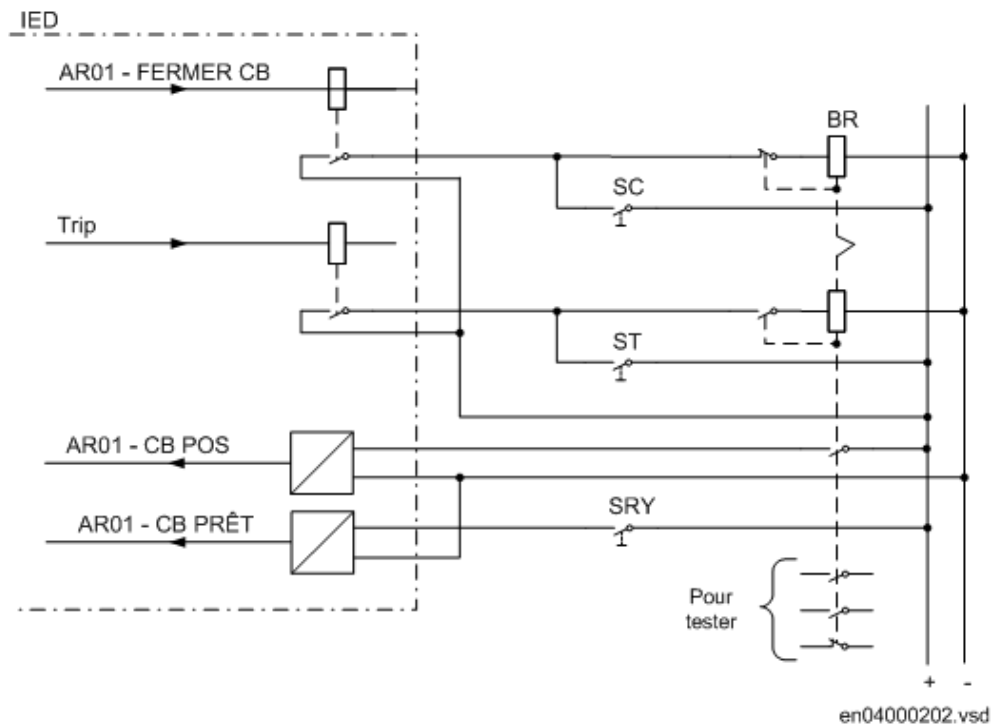

Figure 59: Simulation du fonctionnement du disjoncteur par un relais bistable/simulateur de disjoncteur et des commutateurs manuels
La vérification est exécutée en association avec les fonctions de protection et le déclenchement. La figure 59 illustre une configuration de test conseillée, dans laquelle le disjoncteur (CB) est simulé par un relais bistable externe (BR), par exemple un relais de type RXMVB2 ou RXMD ou un simulateur de disjoncteur ABB. Les commutateurs manuels suivants sont utilisés :
- Commutateur ou bouton-poussoir pour enclencher (SC)
- Commutateur ou bouton-poussoir pour déclencher (ST)
4. Réaliser les configurations pour la simulation du disjoncteur, par ex. comme sur la figure 59.